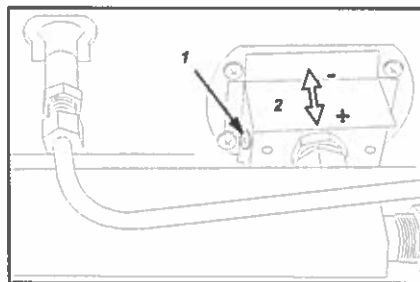

FIG. 9 (RÉGLAGE D'ENTRÉE D'AIR DES BRÛLEURS DE VÔUTE ET DE SOLE)
- A) REMPLACEMENT DES INJECTEURS ET DES BRÛLEURS DE VÔUTE ET DE SOLE. DÉVISSER LE PANNEAU FRONTAL (FIG.3-RÉF.2) ENLEVER LE REGISTRE DE L'AIR (FIG.9-RÉF.1/2) POUR VOIR ET ATTEINDRE LES INJECTEURS. DÉVISSER LES INJECTEURS ET LES REMPLACER PAR CEUX INDIQUÉS DANS LE TABLEAU DES DONNÉES TECHNIQUES CONCERNANT LE MODÈLE DU FOUR ACHETÉ.
- D) RÉGLAGE DE L'ARRIVÉE D'AIR BRÛLEURS DE VÔUTE ET DE SOLE DÉSSERER LA VIS (FIG.9-RÉF.1) POUR FAIRE COULISSER, DANS LA BOUTONNIÈRE SPÉCIALE L'OUVERTURE D'AIR DU BRÛLEUR (FIG.9-RÉF.2). UNE FOIS LE RÉGLAGE EFFECTUÉ, VISSER POUR FIXER LA PIÈCE. RÉGLAGE MINIMUM DES BRÛLEURS DE VÔUTE ET DE SOLE.